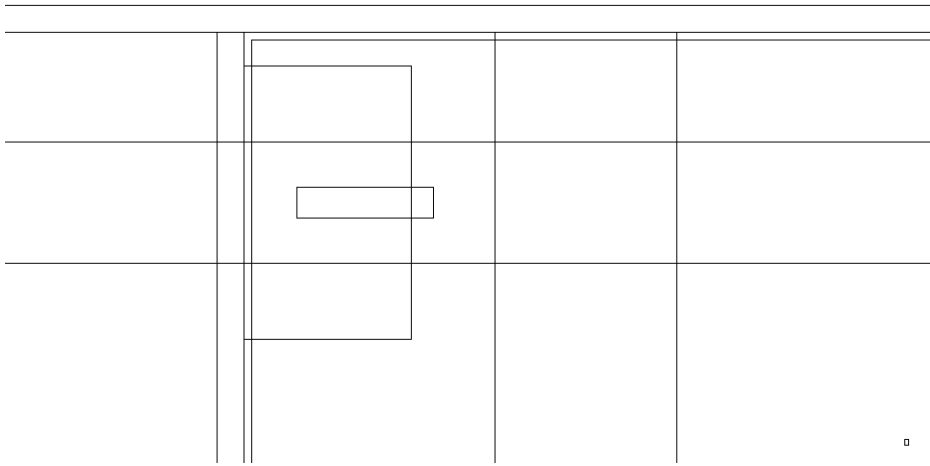

Рис. 5.54 ▼ Контур прямоугольной части плафондержателя сформирован
11. Получив изображение, показанное на рис. 5.54, продолжите использовать инструмент **Сопряжение** (Fillet) для сопряжения оставшихся четырех линий, образующих прямоугольную часть плафона.